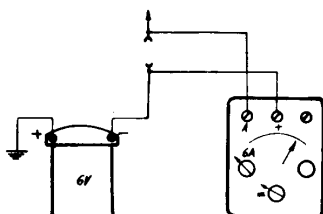
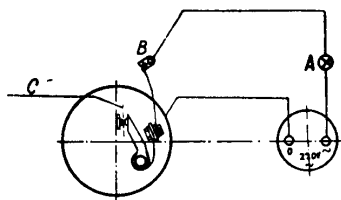

Bild 34-1.
Bild 34-4.
- a) Kontroll av primärlindningen kan, när spolen är monterad på maskinen, göras snabbast enligt bild 34-1.
Brytarkontaktarna provas beträffande kortslutning mot gods enligt bild 34-4. Brända eller skadade brytarkontakter utbytes. Vid montering av nya brytarkontakter skall tillses att kontaktytorna ligger plant mot varandra. Ev. erforderlig justering sker på den fasta kontaktens hållare med specialverktyg för detta ändamål.
5. Kontrollera och rengör brytarkontakterna. Byt eventuellt ut dessa. Tillkoppla tändningen och se efter om gnistor bildas. Uppstår ingen gnistbildning mellan brytarkontakterna, kan orsaken vara felaktig spole (bytes) - kontroll enligt bild 34-1, 34-2 och 34-3 - eller felaktiga kondensatorer (bytes) - kontrollprovning enligt bild 32-10 - eller kortslutning i brytatisoleringen - kontrollprovning enligt bild 34-4.